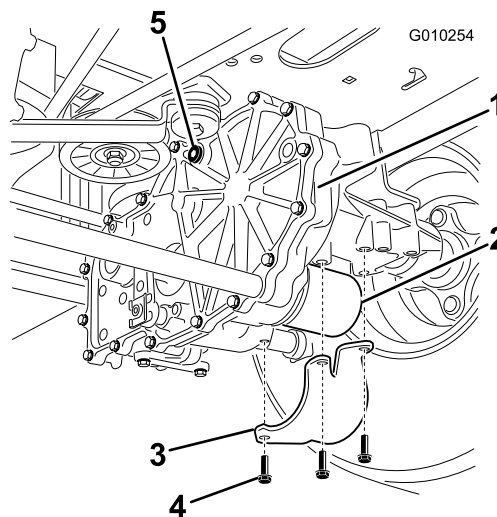

Figura 65
2. Dado – 5/16" (2)
7. Individuate il filtro e le protezioni su ogni sistema di trasmissione tipo transaxle (Figura 65).
8. Togliete le 3 viti che fissano la protezione del filtro e rimuovetela (Figura 65).
4. Montate le protezioni, precedentemente rimosse, su ogni filtro (Figura 65).
5. Fissate le protezioni dei filtri con le 3 viti (Figura 65).
3. Montate il tappo di sfiato (Figura 65).